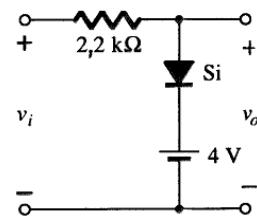

Figura 2.
**Questão 2** – Para o circuito ceifador da Figura 2, pede-se: